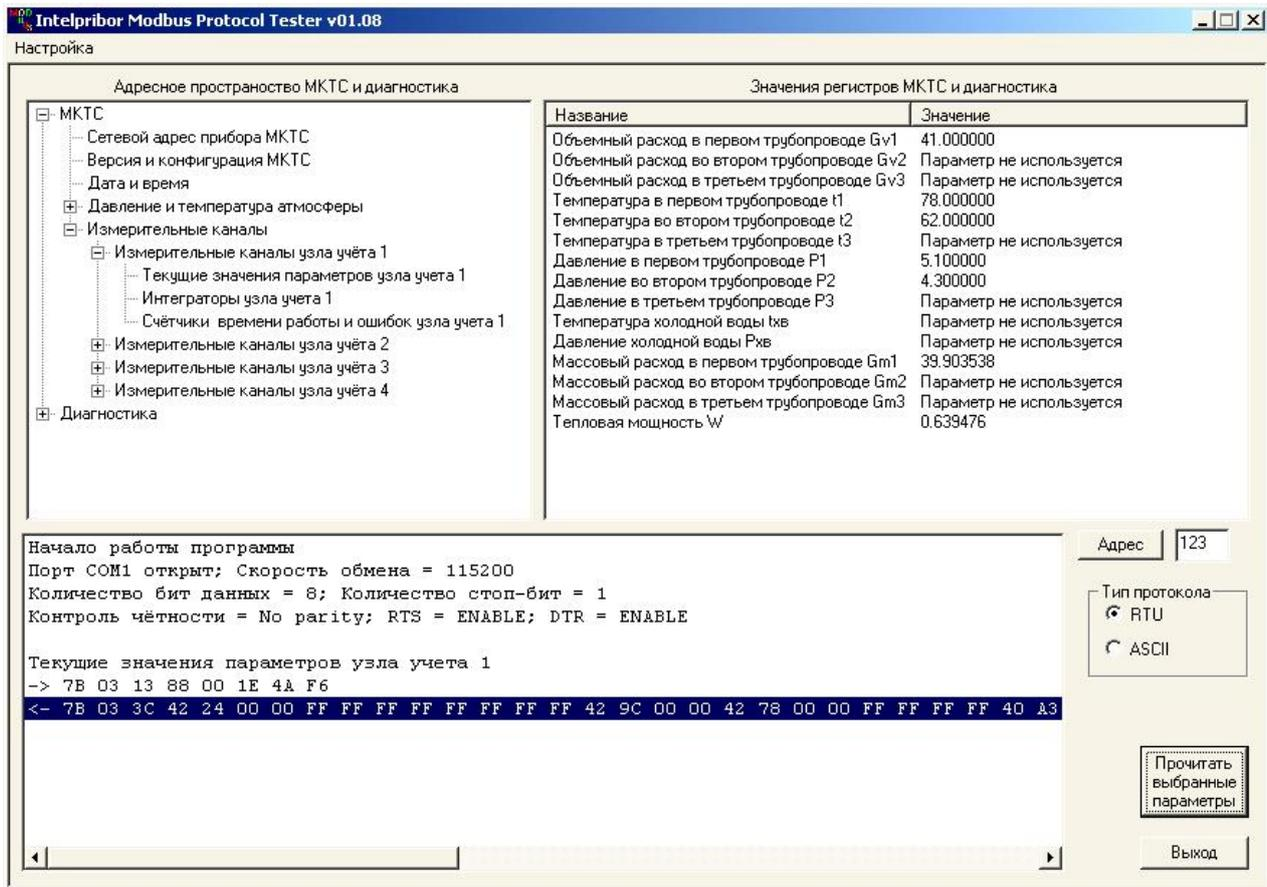

Рисунок 4.12 Просмотр выбранной области памяти .
- после завершения обмена данными с платой расширения, в правой части окна в списке *Значения регистров и диагностика* наблюдать результаты запроса (Рисунок 4.12);